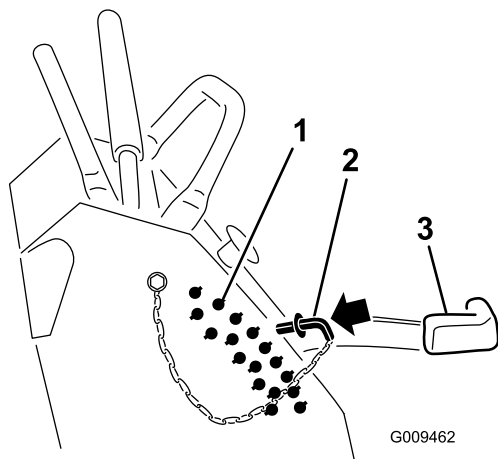

Figure 27
2. Placez l'axe de chape dans le trou du support correspondant à la hauteur de coupe voulue (Figure 27).
3. Abaissez la commande de hauteur de coupe jusqu'à la goupille (Figure 27).